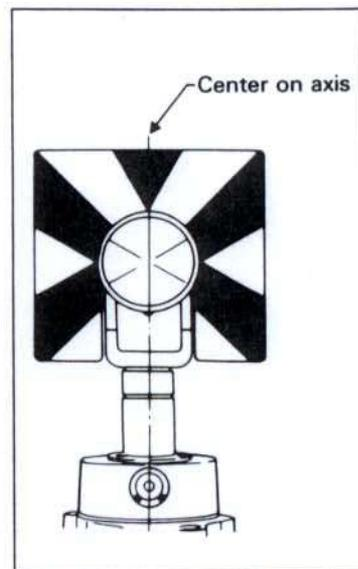

图 41-2
- 觇板的标志尖应位于三角基座接合器的中心与棱镜中心的垂直线上(图 41-2)。